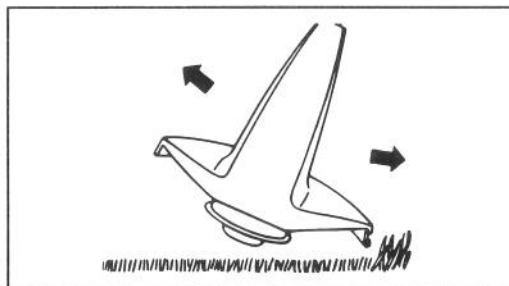

Figure 9
4. Faites aller et venir lentement le coupe-bordure dans l'endroit à tailler, en le maintenant à la hauteur de coupe désirée. Ceci peut être accompli par un mouvement d'avant en arrière ou d'un côté à l'autre comme indiqué (Fig. 9 & 10).